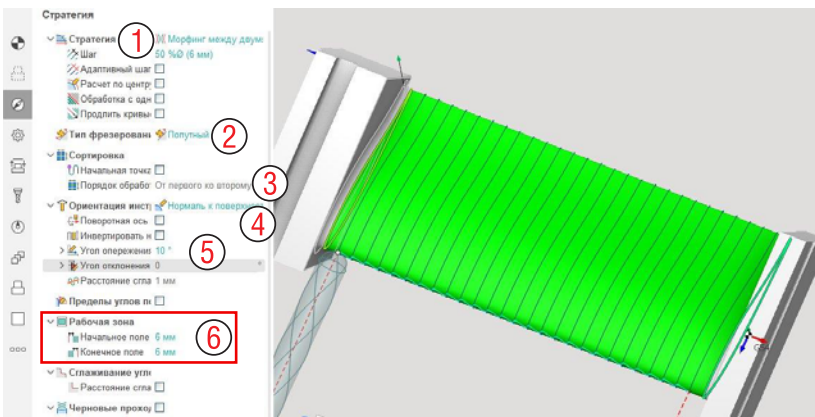

Рис. 13-24. Параметры стратегии для обработки пера лопатки.
На вкладке **Стратегия** задайте стратегию **Морфинг между двумя кривыми** (1 на рис. 13-24), **Тип фрезерования** – **Попутное** (2), **Порядок обработки** (3) – **От первого ко второму** (т.е. со стороны первой кривой).